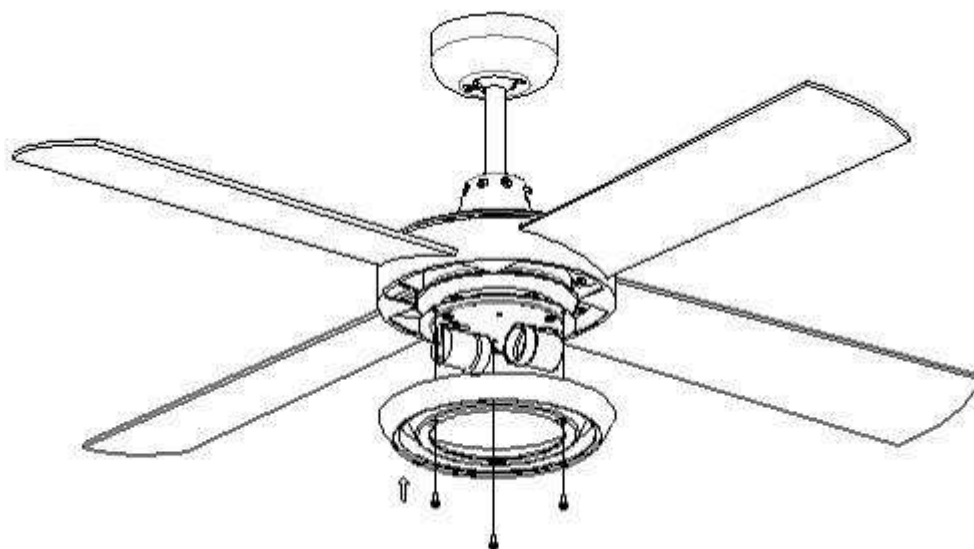

Fig.7
6. Remettez en place le support lumineux (voir étape 4) et fixez-le au moyen de vis (Fig. 7)